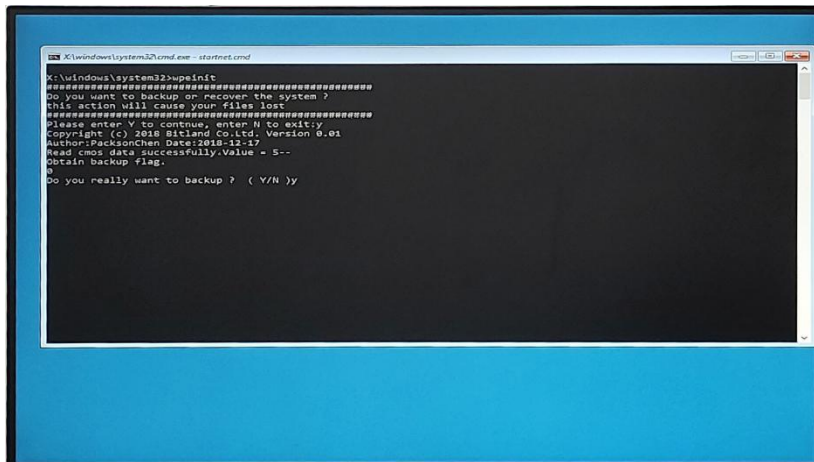
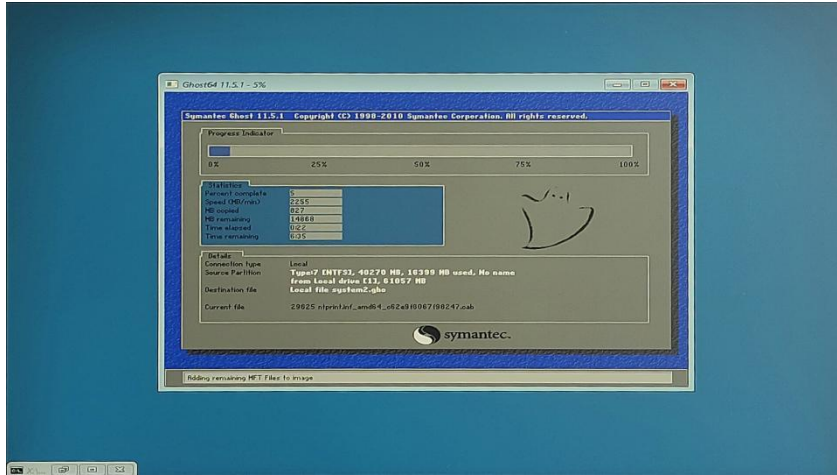

图 1 备份操作界面
图 3 系统备份界面
(1) 检查工作：① 由于备份及还原操作过程中机器均不能外接存储设备，在操作之前务必先检查确认 USB 接口未连接外部存储设备，如 U 盘等，否则备份还原会出现错误；② 保证硬盘内存容量大小不小于 64G；
(2) 按电源键开机或上电开机后，连续点击键盘上的 F3 键，就能进入备份操作界面（如图 1 所示），连续输入 2 次“y”确认。
(4) 进入到系统备份界面（如图 3 所示）等待备份完成，备份完成后会自动重启，重启后会进入图 1，最后需按 Enter 键确认，等待进入系统即可。